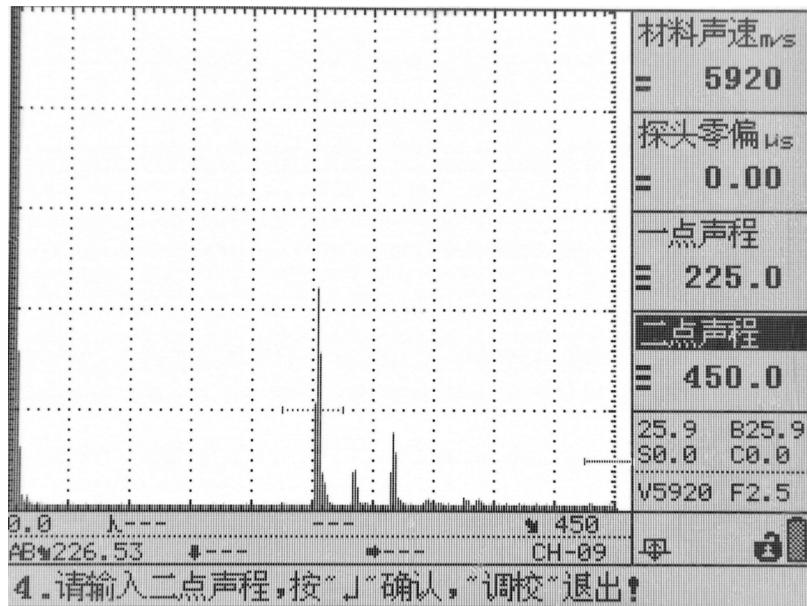

图 3.2
- 4) 将探头耦合到 CS-1-5 的标定试块上，设置接近的材料声速为 5920m/s，探头零偏采用默认值，一点声程设为 225mm, 二点声程设为 450mm，如图 3.2 所示；单击“确认”键，此时发